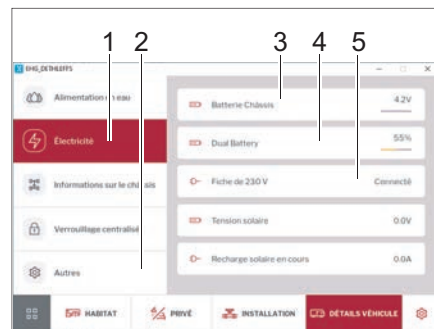

Fig. 265 Électricité et température intérieure
- Appuyer sur la touche *Électricité* (Fig. 265,1). La tension de la batterie du véhicule (Fig. 265,3), l'état de charge de la batterie auxiliaire en % et/ou la tension de charge de la batterie AGM en Volts (Fig. 265,4) ainsi que l'état de l'alimentation 230 V (Fig. 265,5) sont affichés.
- Appuyer sur la touche *Autres* (Fig. 265,2). La température intérieure s'affiche.